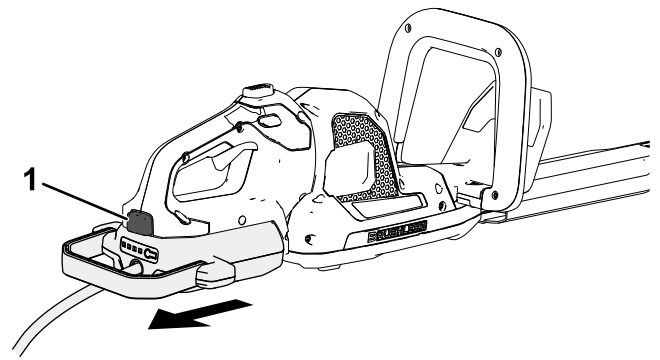

Figure 6
- Appuyez sur le bouton de verrouillage sur l'outil et retirez le connecteur de batterie de l'outil (Figure 6).